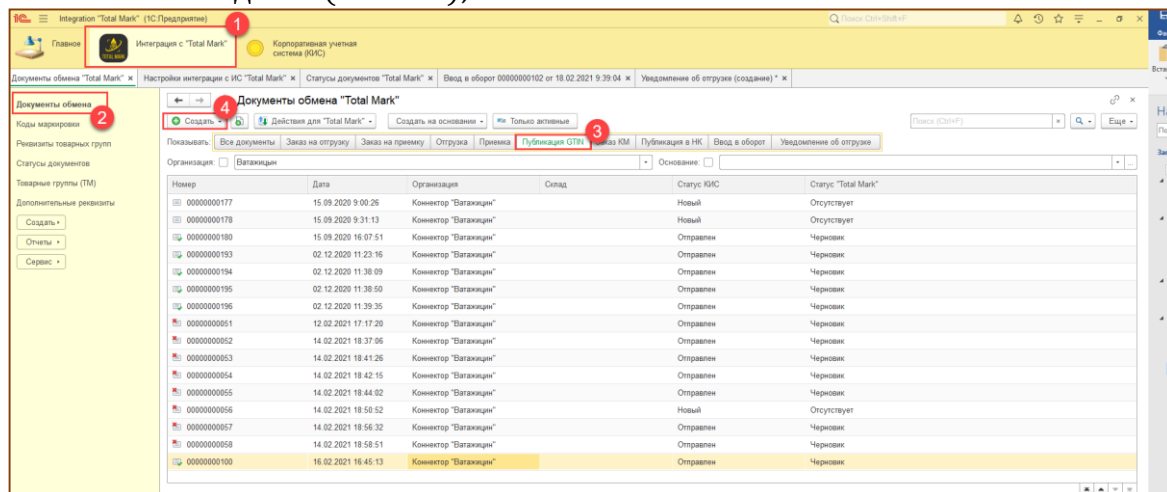

Рис. 6-2 - Публикация GTIN
- 1) Открыть раздел «Интеграция с Total Mark»/Документы обмена/Публикация GTIN. Нажать «Создать» (Рис. 6-2);